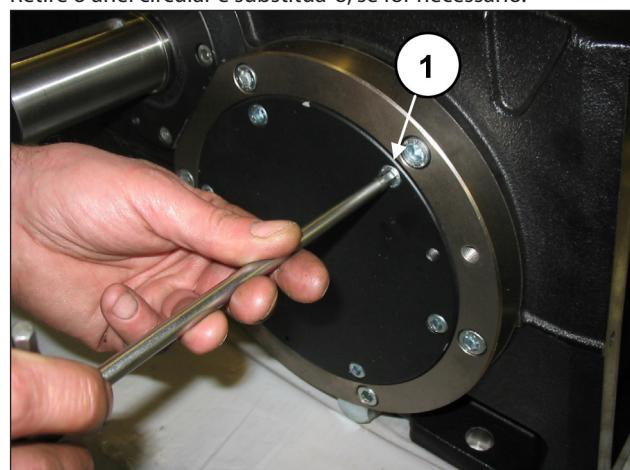
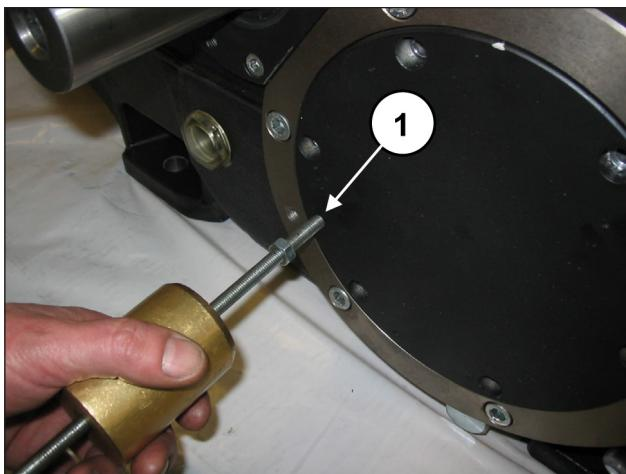

Fig. 10
Fig. 11
Proceda agora à desmontagem das duas coberturas do rolamento, soltando os respectivos parafusos (pos. ①, Fig. 10). Para facilitar a desmontagem, use 2 grãos ou parafusos M8 (pos. ①, Fig. 11) com a função de extratores. Retire o anel circular e substitua-o, se for necessário.